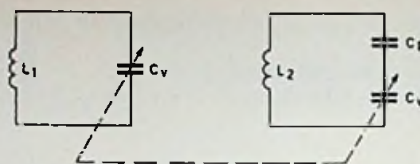

FIG. 12
③ In fig. 12 zijn de HF-kring en de oscillatorkring weergegeven van een superheterodyne-ontvanger waarvan de middenfrequentie 450 kHz bedraagt. Gegeven is $L_1 = 200 \mu\text{H}$ en $L_2 = 100 \mu\text{H}$. Men wil de paddingcondensator C_p zodanig bepalen dat bij ontvangst van een station dat op een golflengte van 600 m werkt, beide kringen juist zijn afgestemd. Bereken de hiervoor benodigde waarde van C_p . Niet getekende capaciteiten (zoals bedrading, trimmers, enz.) worden hier buiten beschouwing gelaten. Neem in de berekening $\pi^2 = 10$.